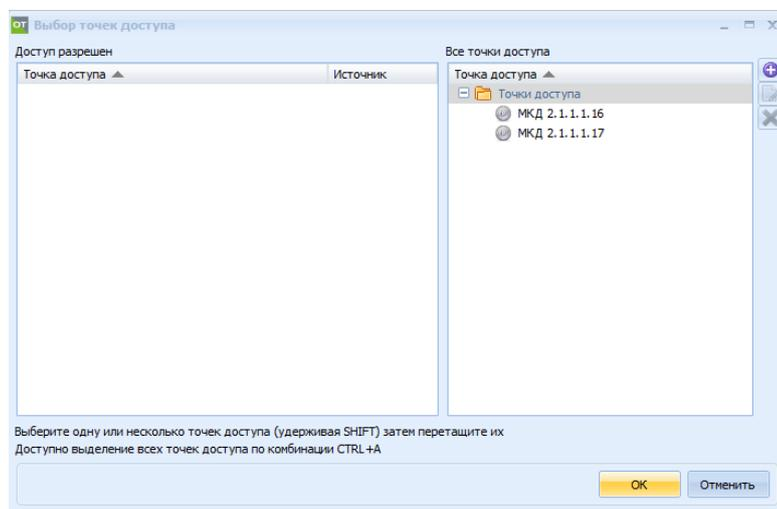

Рисунок 25.4 – Окно «Выбор точек доступа»
– **Точки прохода** – выбрать точки прохода, через которые будет разрешен или запрещен проход сотрудникам данного предприятия. Необходимо нажать кнопку «Изменить». Затем в открывшемся окне «Выбор точек доступа» перетащить нужные контролеры доступа из правого в левое поле «Доступ разрешен» (рисунок 25.4).